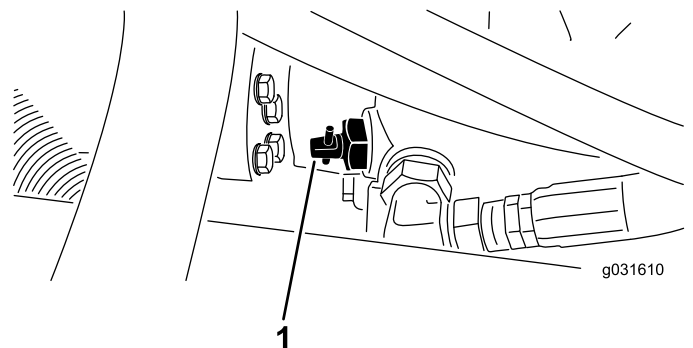

Figure 30
1. Localisez la vanne de dérivation sur la pompe (Figure 30) et desserrez-la en la tournant de 90° (1/4 de tour).